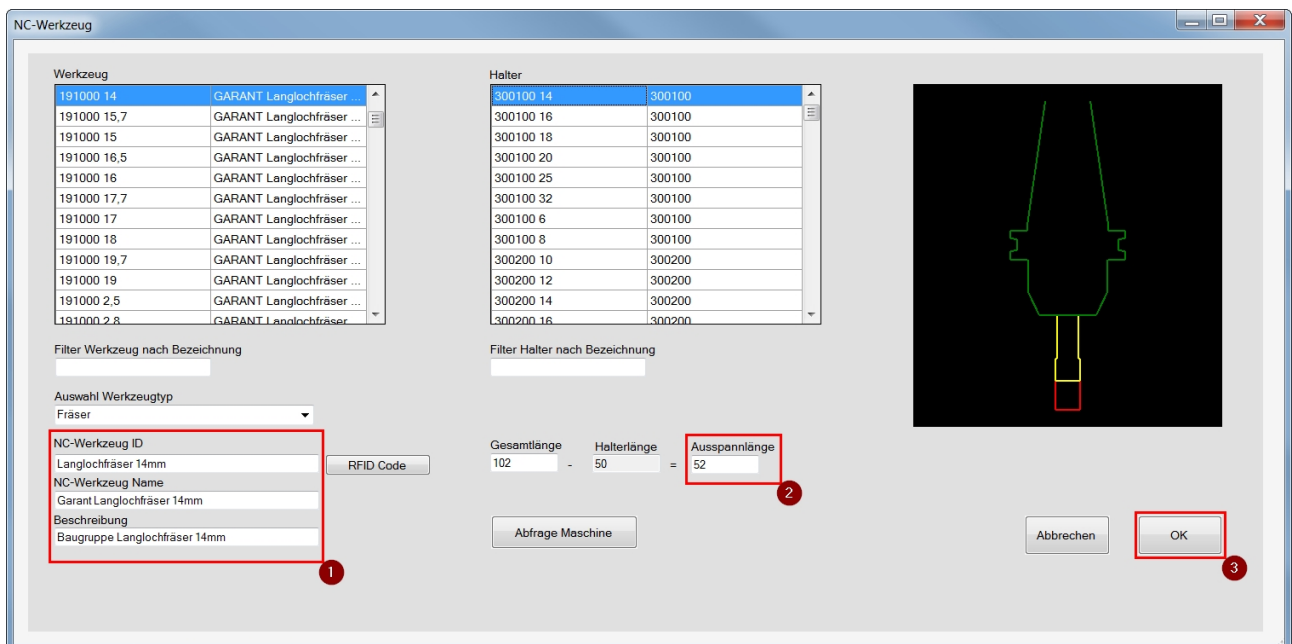

Abbildung 04
In dem nun angezeigten Fenster (Abbildung 04) ist die zuvor ausgewählte Werkzeug-Halter-Kombination bereits voreingestellt. Sie brauchen nur noch die durch die rote Markierung (1) gekennzeichneten Felder mit einer Bezeichnung ausfüllen und ggf. eine Ausspannlänge bestimmen (2). Schließen Sie den Vorgang mit „OK“ ab.